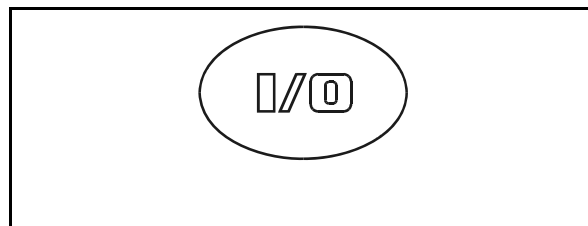

Fig. 28
MARCHE (I) / ARRÊT (O) (Fig. 28). Ces touches permettent de mettre en marche et d'arrêter le **AMATRON+**.